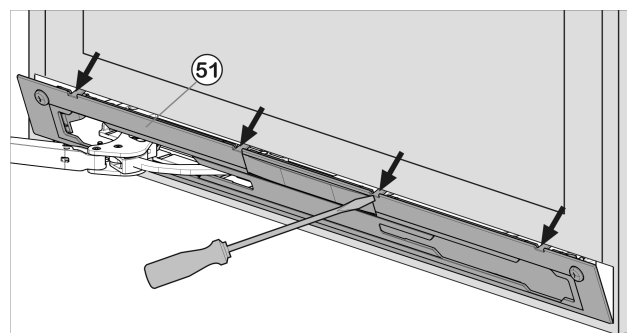

Fig. 15
- Desenganche el panel *Fig. 15 (51)* con el destornillador para tornillos de cabeza ranurada y retírelo.